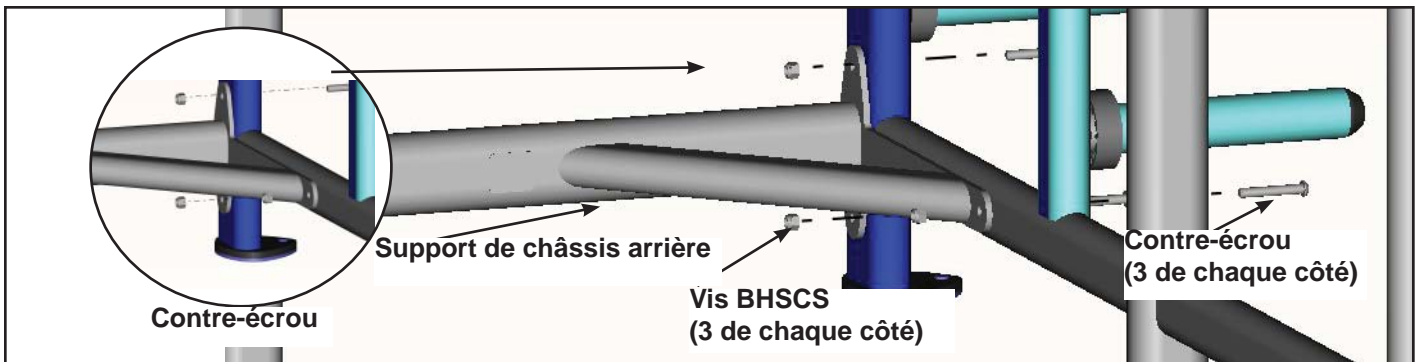

Figure 3
- E. Positionnez le support de châssis arrière. Voir figure 3.
- F. À l'aide d'une clé Allen de 7/32 po et d'une clé de 9/16 po, fixez le support de châssis arrière au châssis en utilisant les quatre vis BHSCS et les quatre contre-écrous se trouvant dans le colis d'expédition. Voir figure 3.